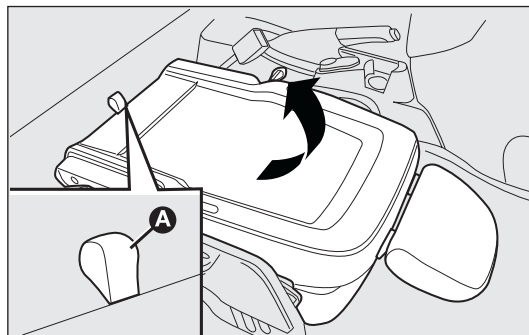

fig. 25
- ☐ coja la lengüeta A-fig. 25 y levante el respaldo hacia arriba;